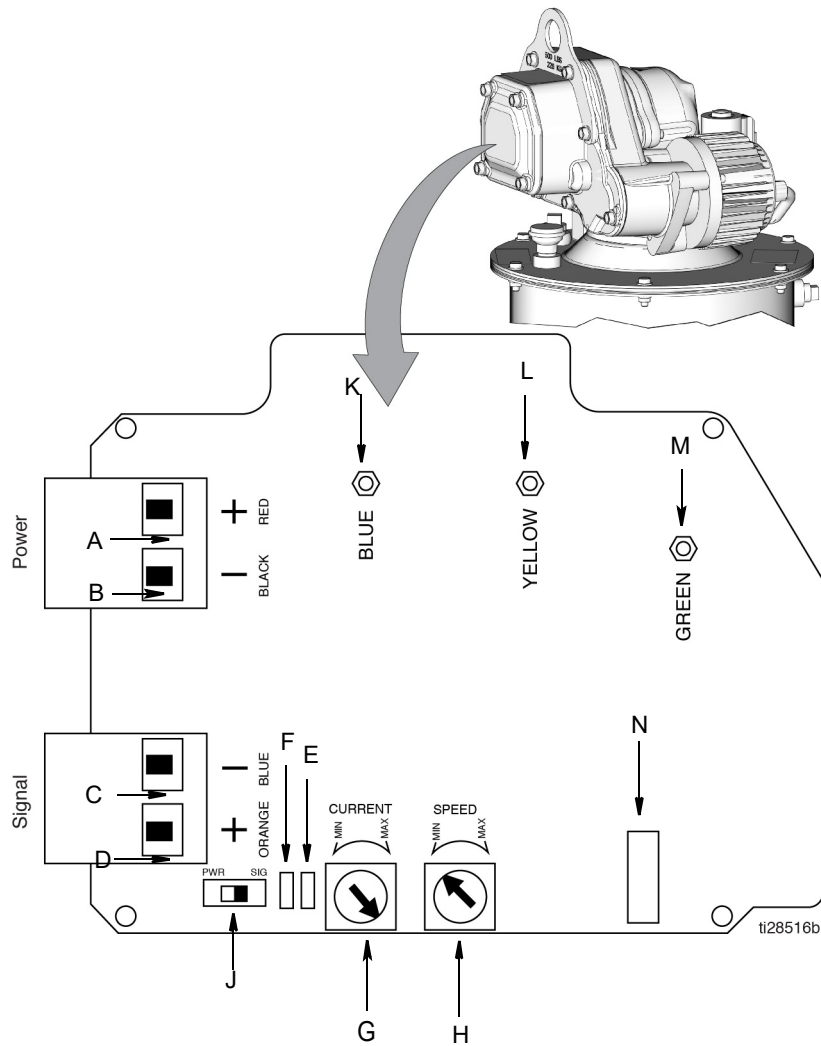

図 9
- ポンプ制御スイッチ (J、図 9 ページ 11) が信号モードに設定されていると、電圧が信号および電力コネクタに加わると、モーター / ポンプが動作します。
- ポンプ制御スイッチ (J、図 9 ページ 11) が信号モードに設定されていると、電圧が信号および電力コネクタに加わると、モーター / ポンプが動作します。信号コネクタには電圧は不要です。